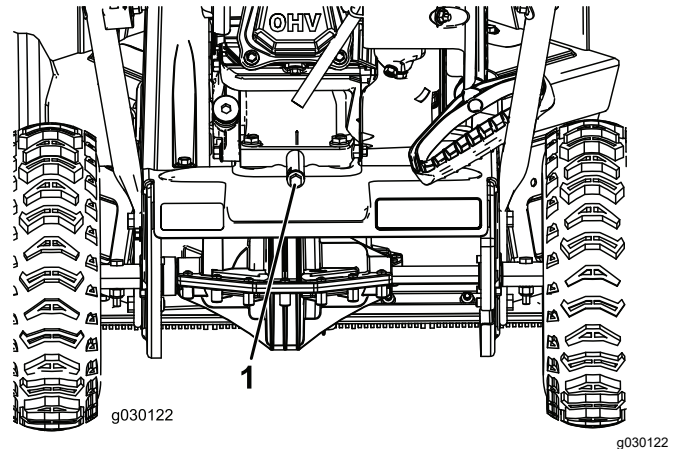

Figura 19
2. Plasai o tavă de golire a uleiului sub buonul de golire a uleiului, scoatei buonul de golire a uleiului i înclinai maina în spate i scurgei uleiul uzat în tava de golire a uleiului (Figura 19).